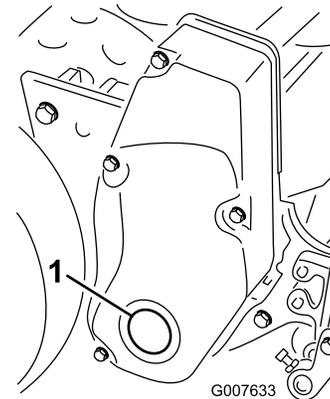

Figura 68
1. Retire el tapón de la cubierta derecha de la transmisión del molinete (Figura 68).